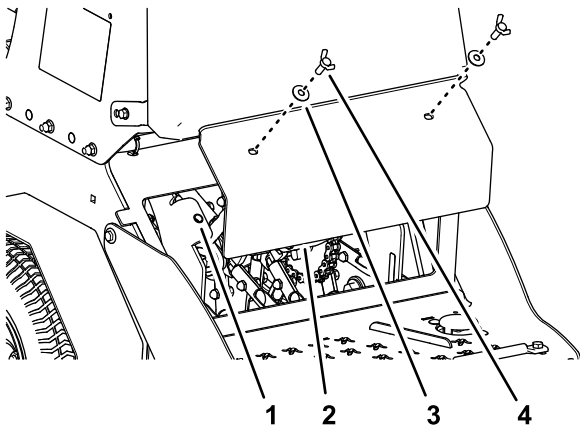

Figura 57
3. Retire los 2 tornillos de mariposa ( $\frac{3}{8}$ " x 1") y las 2 arandelas ( $\frac{3}{8}$ ") que sujetan el panel de la cubierta trasera al chasis, y retire el panel (Figura 57).
6. Alinee los orificios del panel de la cubierta trasera con los orificios del chasis (Figura 57).
7. Sujete el panel de la cubierta al chasis con los 2 tornillos de orejeta y las 2 arandelas (Figura 57) que retiró en el paso 3, y apriete los pernos a 37-45 N·m (27-33 pulgadas-libra).